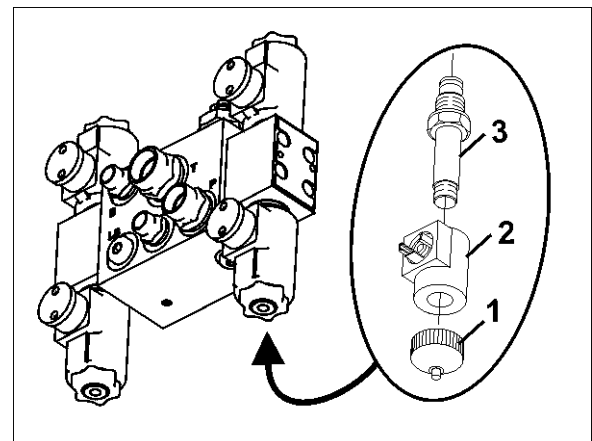

Fig. 131
1. Desenroscar la tapa del imán (1) abschrauben.
2. Retirar la bobina magnética (2) abnehmen.
3. Extraer la barra de válvula (Fig. 131/3) con los soportes de válvula y limpiarla con aire a presión o aceite hidráulico.